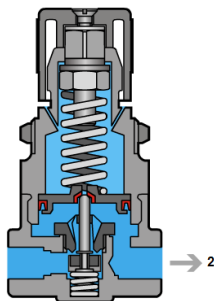

Fig. 4
Un régulateur de pression traditionnel (Fig.4) maintient une pression constante à la sortie (2) en veillant à ce que la force exercée par cette pression sur une membrane, reste égale à la force d'un ressort réglable (description détaillée voir dossier conditionnement d'air).